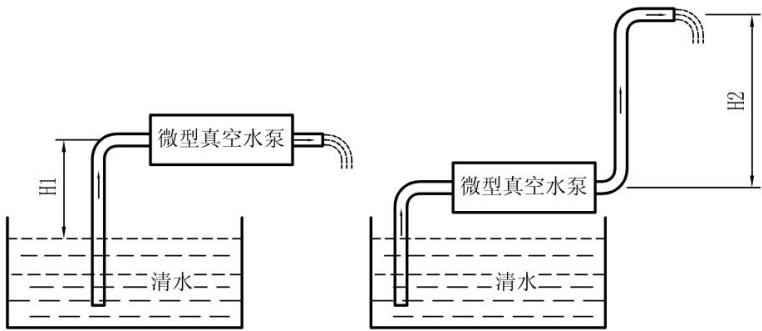

图 2-1 抽水、排水高度示意图
- 2、最大抽水高度 H1 和最大排水高度 H2 值的定义见图 2-1。